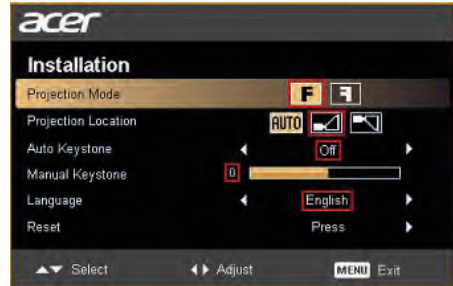

Fig. 2.4 : Configuration du projecteur
**Remarque:** Vous pouvez restaurer la configuration recommandée à tout moment dans le menu du projecteur. Pour ce faire, procédez comme suit (voir fig. 2.4.)